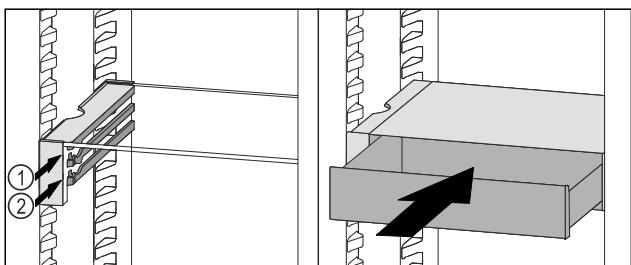

Fig. 124
- VarioSafe-Schubfach hinter den Stopfern auf gewünschter Rippe Fig. 124 (1) oder Fig. 124 (2) aufsetzen.